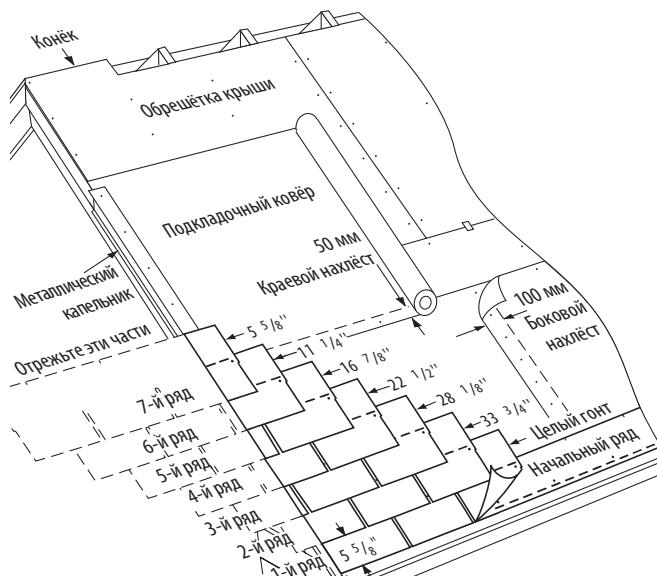

Рис. 10-14. Укладка первых семи рядов на крышу со стандартным уклоном.
**1-Й РЯД:** Уложите целый гонт в левом нижнем углу крыши. Разместите язычки вровень с краями гонтов начального ряда. Таким образом герметик на полосовых гонтах начального ряда пристанет к язычкам гонтов первого ряда и не позволит им задираться при сильном ветре (Рис. 10-14).
1. Отрежьте 14,3 см с левой стороны гонта и уложите этот кусок шириной 85,7 см над гонтом первого ряда и поверх него, на одной линии с левым краем начального ряда (Рис. 10-14).
2. Отрежьте 28,6 см от первого гонта третьего ряда, 42,8 см от первого гонта четвёртого ряда, 57,2 см от первого гонта пятого ряда, 71,5 см от первого гонта шестого ряда и 85,7 см от первого гонта седьмого ряда. Уложите каждый гонт левым краем на одну линию с гонтами предыдущего ряда (Рис. 10-14).